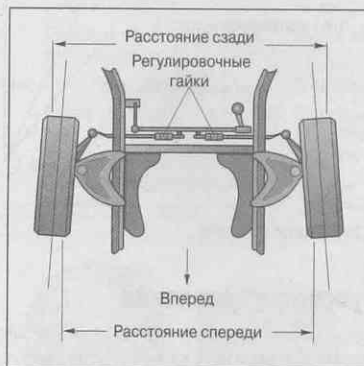

Рис. 19.6. Схождение
- ✓ **Схождение** предполагает такое расположение колес, когда при езде они будут расположены параллельно кузову. Есть автомобили, на которых устанавливается *отрицательное схождение* (когда колеса сходятся вовнутрь, как на рис. 19.6), а есть автомобили, на которых устанавливается